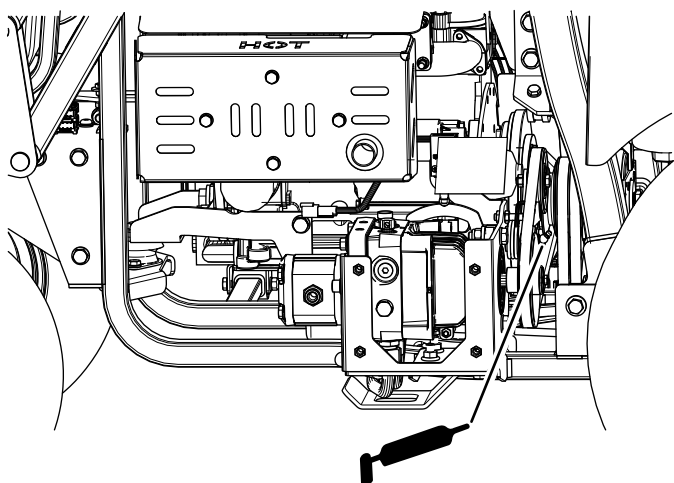

図 40
- PTO アイドラプーリのカバーを外してプーリブラケットにグリスを塗る 図 40。